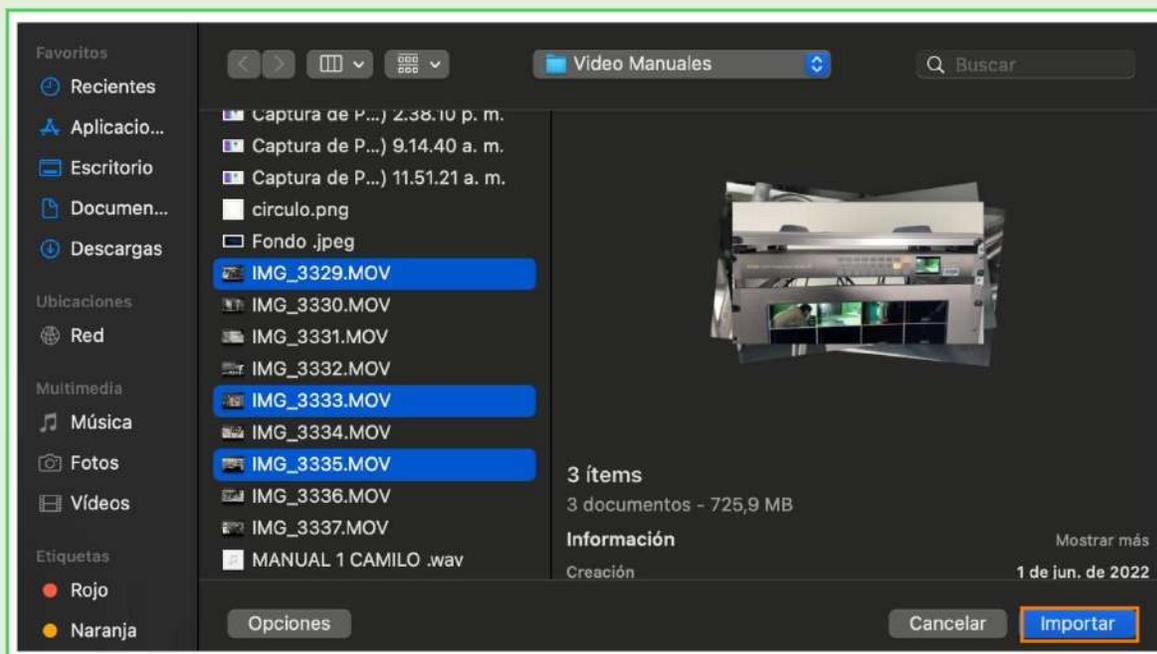

Imagen 36. Seleccionar los archivos.
3. Luego, aparece una subventana donde se pueden buscar los archivos con los que se va a trabajar. Debe seleccionar cada archivo y clicar en "Importar" (imagen 36).